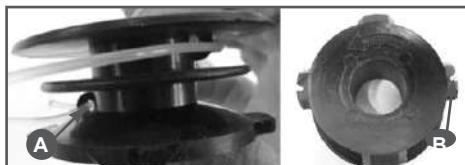

Рис.14 Установка корда
Извлеките катушку триммерной головки и очистите ее от остатков корда. Осмотрите детали головки на отсутствие повреждений. Поврежденные детали головки необходимо заменить. Отрежьте 2,5-3 метра корда, сложите его вдвое и выровняйте концы. Концы корда вставьте в специальные пазы в катушке (A) Рис.14. Намотайте корд плотно с натягом в канавку катушки. Направление намотки указано стрелкой на катушке. После намотки разрежьте петлю с кордом. Заденьте концы корда в специальных пазах на катушке (B) Рис.14. Проденьте концы корда в отверстия на корпусе триммерной головки и установите катушку с кордом в корпус головки.